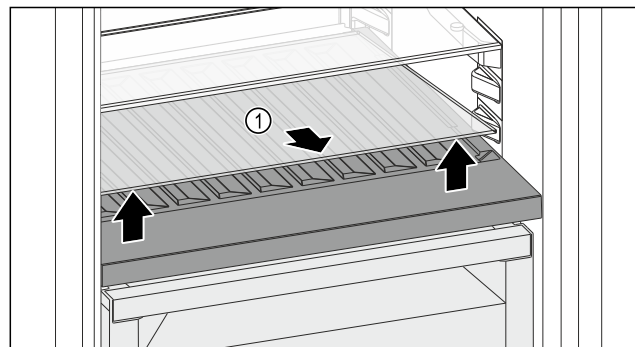

Fig. 161
- ▶ Glasplaat Fig. 161 (1) bij de uitsparing aan de voorzijde optillen en verwijderen.
- ▶ Glasplaat Fig. 161 (1) goed bewaren buiten het apparaat.
- ▶ Glasplaat (2) onder het variabele flessenrek plaatsen.